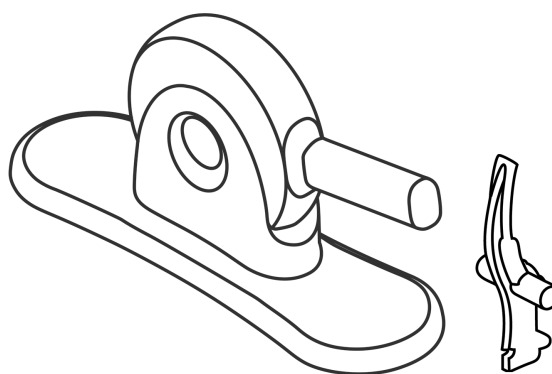

Figura 5: Dispositivo di crimpaggio Edwards e fermo del dispositivo di crimpaggio a 2 parti
• **Dispositivo di crimpaggio Edwards e fermo del dispositivo di crimpaggio (Figura 5)**